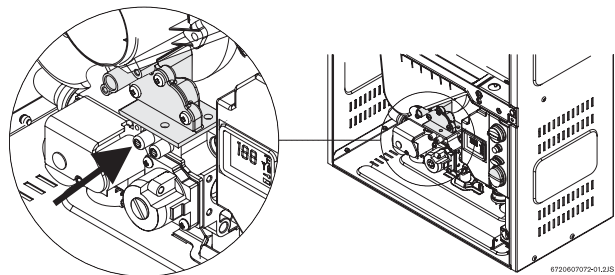

Fig. 24 Medición de la presión de gas (punto de toma izquierdo)
- Retire la cubierta frontal y localice el punto de medición de presión de gas de entrada (véase la Fig. 24).